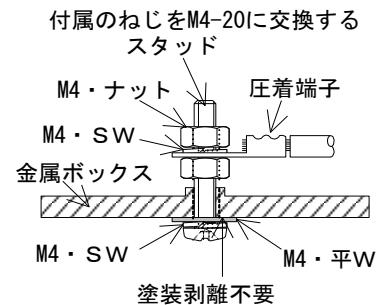

図 2-2
- (j) 金属ボックスの接地はボックス外側から締付けている既存の接地用ねじを取り外し、新たにM4-20 のねじを接地スタッドして取付ける。この時のボックス表面の塗装は剥離しなくてもよい。図 2-2 参照
- (k) コントロールボックス内の端子台から金属ボックスへの接地線の接続は、金属ボックス内側の(j)項目で設けた接地スタッドに接続すること。図 2-2 参照
- ①補助継電器 (MY4-D)、限時継電器 (H3Y-2)、フロートなしスイッチ (61F-GP-N) については、平行 2 本以上の場合で、補助継電器、限時継電器、フロートなしスイッチ 1 個に付き最大片側 1 箇所のみとし、1 本の場合には切り欠きを不可とする。
- ②端子台は端子台幅+両端から 5mm までの切り欠きを可とし、それ以上は不可とする。
- ③ (H3CR-A) については、平行 2 本以上の場合で、最大 2 箇所のみ可とする。
- ④ 束線の時は電線の本数が 4 本までは切欠き不可とする。